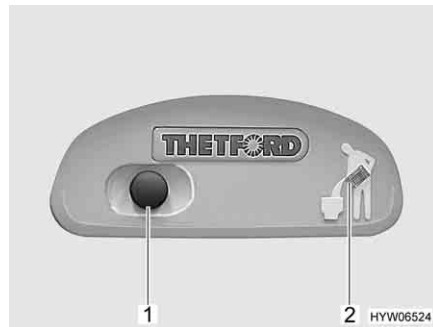
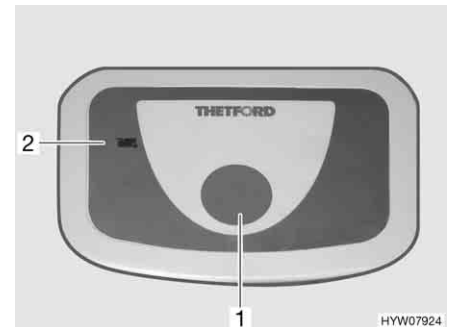

Fig. 166 Botón del inodoro/luz de control del inodoro Thetford
Fig. 167 Botón del inodoro/luz de control del inodoro Thetford (alternativa)
- Para lavar, pulsar el botón del inodoro azul (Fig. 166,1 ó Fig. 167,1).
La luz de control (Fig. 166,2 ó Fig. 167,2) se enciende cuando es necesario vaciar el depósito de aguas fecales.